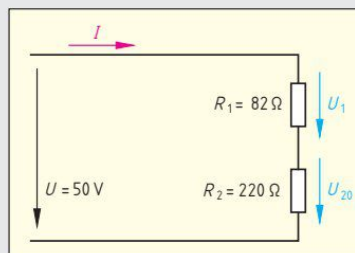

Bild 1: Spannungsteiler, unbelastet
1. Berechnen Sie für den unbelasteten Spannungsteiler (**Bild 1**) a) den Strom I und b) die Teilspannungen U_1 und U_{20} .